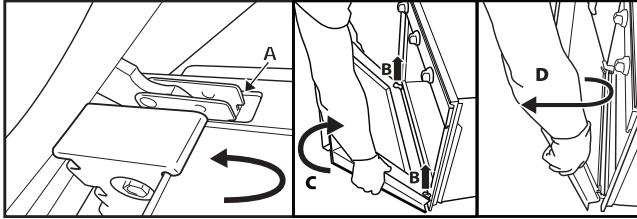

Fig. 2
3. Lukk døren til den blokkeres (A), løft den opp (B) og sving den rundt (C) til den frigjøres (D) (fig. 2).